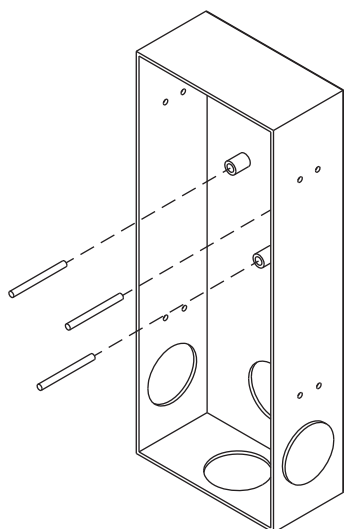

Figure 1
- 1) Visser les trois goujons fournis dans les chevilles de la boîte (**Figure 1**).